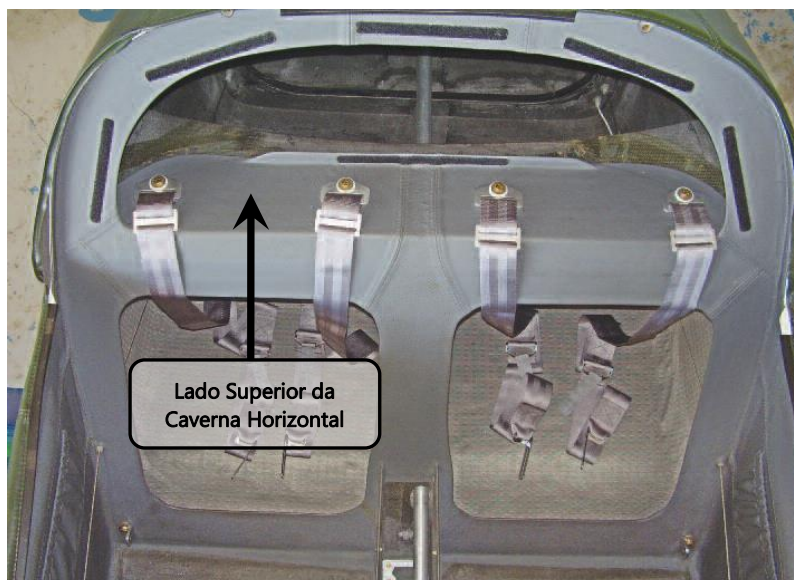

Figura 25.10.32 – Vista inferior da instalação do cinto
- Cinto de segurança lombar: figura 25.10.32;
4. Repetir os procedimentos acima para os demais cintos de segurança lombar. A figura 25.10.32 mostra a disposição final dos quatro cintos de segurança lombar.